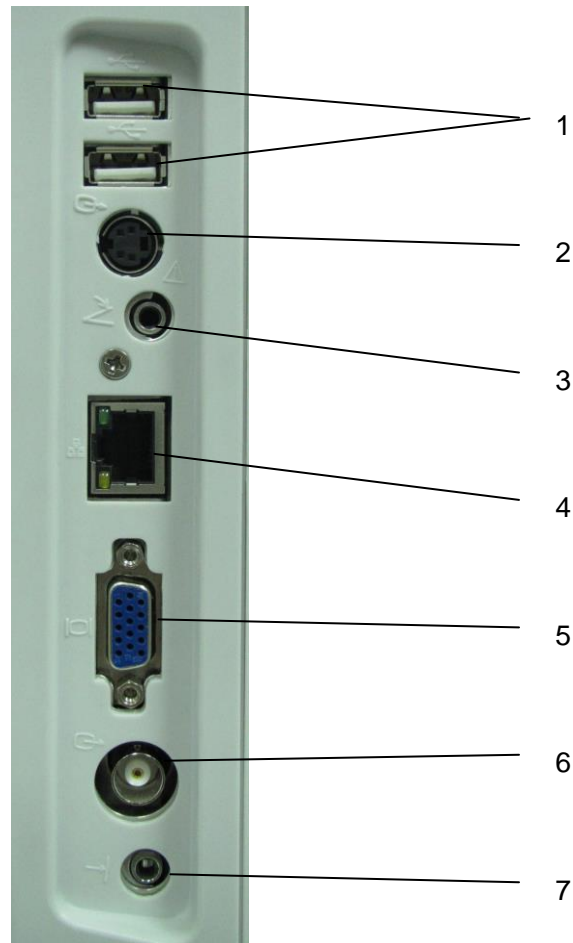

Рис. 4-7 I/O порты на левой панели
4. Детали и принадлежности необходимо подключать к портам ввода/вывода, обозначенным на Рис. 4-7. Например, к портам USB можно подключать только входящие в комплект поставки или рекомендуемые USB-устройства; НЕ подсоединяйте телефонную линию к сетевому порту; НЕ подсоединяйте наушники к порту ножной переключателя или удаленному порту
Справка Рис. 4-7 I/O порты на левой панели